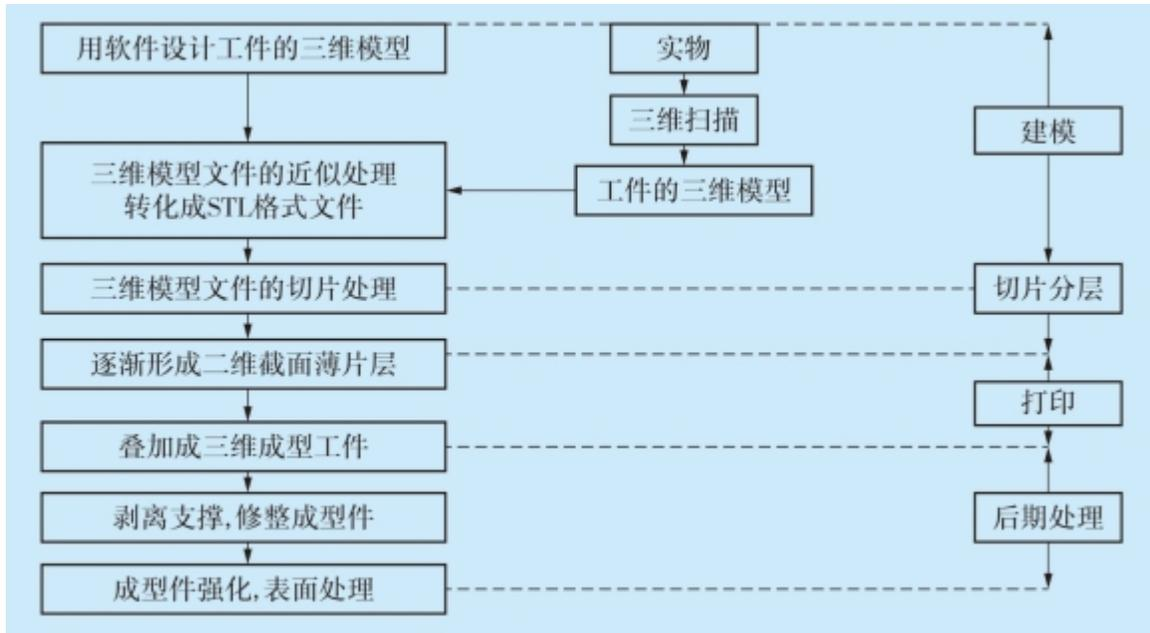

图3-4-1 3D打印的基本流程
1.3D打印的基本流程包括三维模型数据获取（建模）、数据分区切层（切片）、层层堆叠累加构造出实体模型（打印）、后期处理四个过程，如图3-4-1示。